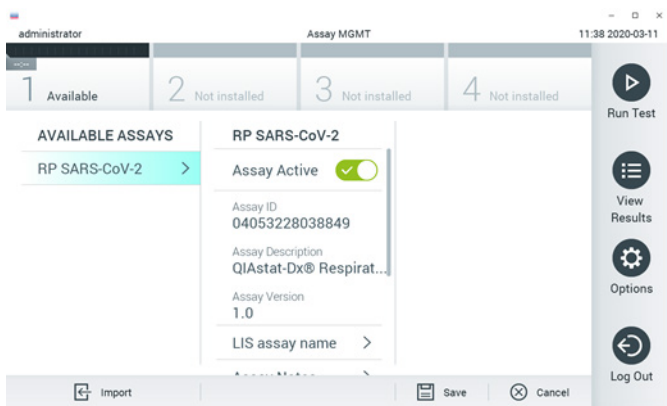

Рис. 37. Активирование тест-системы.
7. Для активации тест-системы необходимо выбрать пункт **Assay Active** (Тест-система активна) (рис. 37).